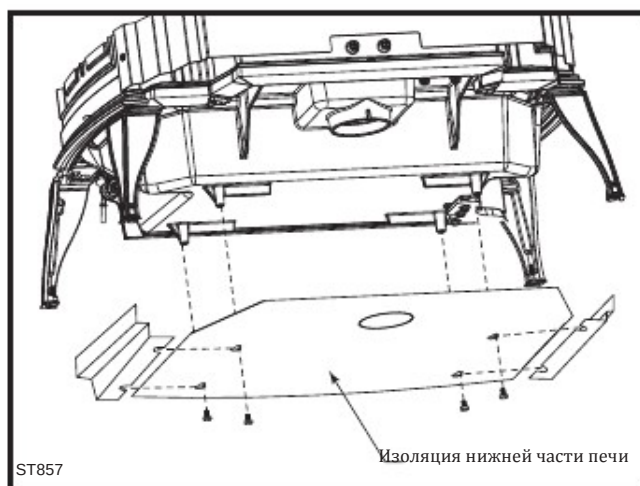

Рис. 22 Установка теплоизоляции нижней части печи
3. Пропустите все 4 болта через большую сторону паза, а затем толкните тепловую изоляцию вперед так, чтобы болты встали в меньшую сторону паза. (Рис. 22)